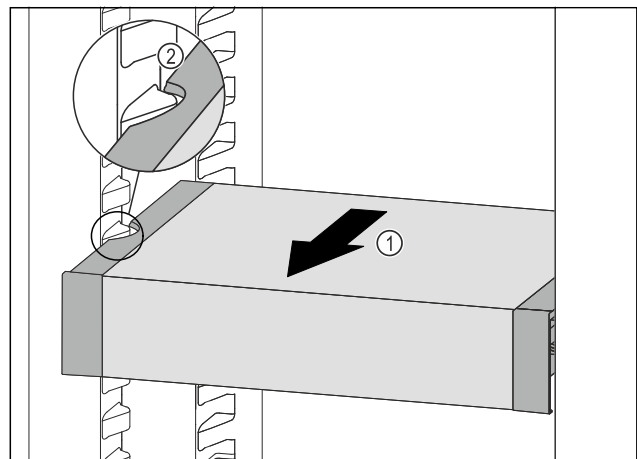

Fig. 205
- ▶ VarioSafe nach vorne ziehen *Fig. 205 (1)*, bis sich die seitlichen Aussparungen des VarioSafes auf Höhe der Behälterrippe im Kühlteil befinden. *Fig. 205 (2)*